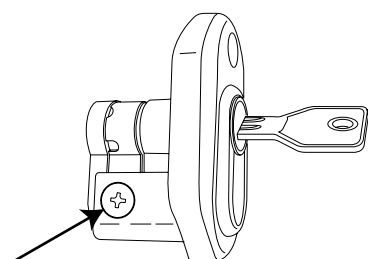
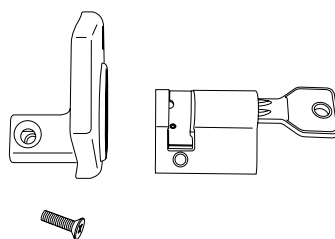

FIG. 18
FIG. 19
3. Utilizzando un cacciavite a stella PH2, svitare la vite laterale del blocco cilindro fig. 18 e, mantenendo la camma allineata con il cilindro, sfilare lo stesso dal blocco cilindro fig. 19;
3. By using a Phillips screwdriver PH2, screw out the cylinder block side screw and, while maintaining the cam in line with the cylinder (fig. 18), extract it from the cylinder block (fig. 19);
3. A l'aide d'un tournevis étoile PH2, desserrer la vis latérale du bloc-cylindre et, en maintenant la came alignée par rapport au cylindre fig. 18, retirer ce dernier du bloc-cylindre fig. 19 ;
3. Utilizando un destornillador cruciforme PH2, desenrosque el tornillo lateral del bloque del cilindro y, manteniendo la leva alineada con el cilindro fig. 18, extráigalo del bloque (Fig. 19);
3. Schrauben Sie mit einem Sternschraubenzieher PH2 die seitlichen Schrauben des Zylinderblocks ab, halten Sie den Nocken weiterhin zum Zylinder Abb. 18 gefluchtet und ziehen Sie ihn vom Zylinderblock ab, Abb. 19;
3. Draai met een kruiskopschroevendraaier PH2 de schroef aan de zijkant van het cilinderblok los. Houd de nok uitgelijnd met de cilinder fig. 18 en verwijder de cilinder uit het cilinderblok fig. 19;